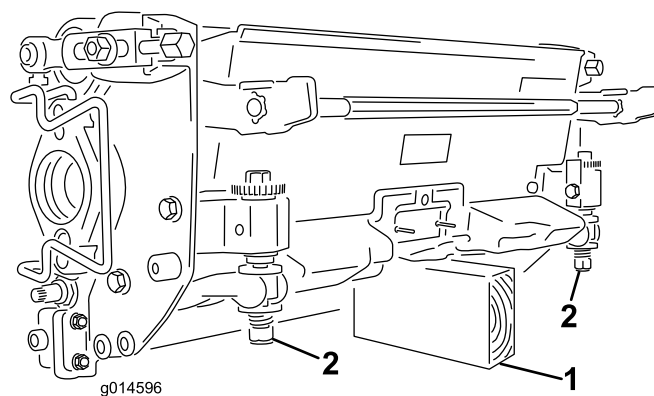

Figure 9
**Important:** Chaque fois que le plateau de coupe doit être basculé pour exposer la contre-lame/le cylindre, utilisez la béquille pour supporter l'arrière du plateau et empêcher ainsi les vis de réglage de la contre-lame de reposer sur la surface de travail (Figure 9).